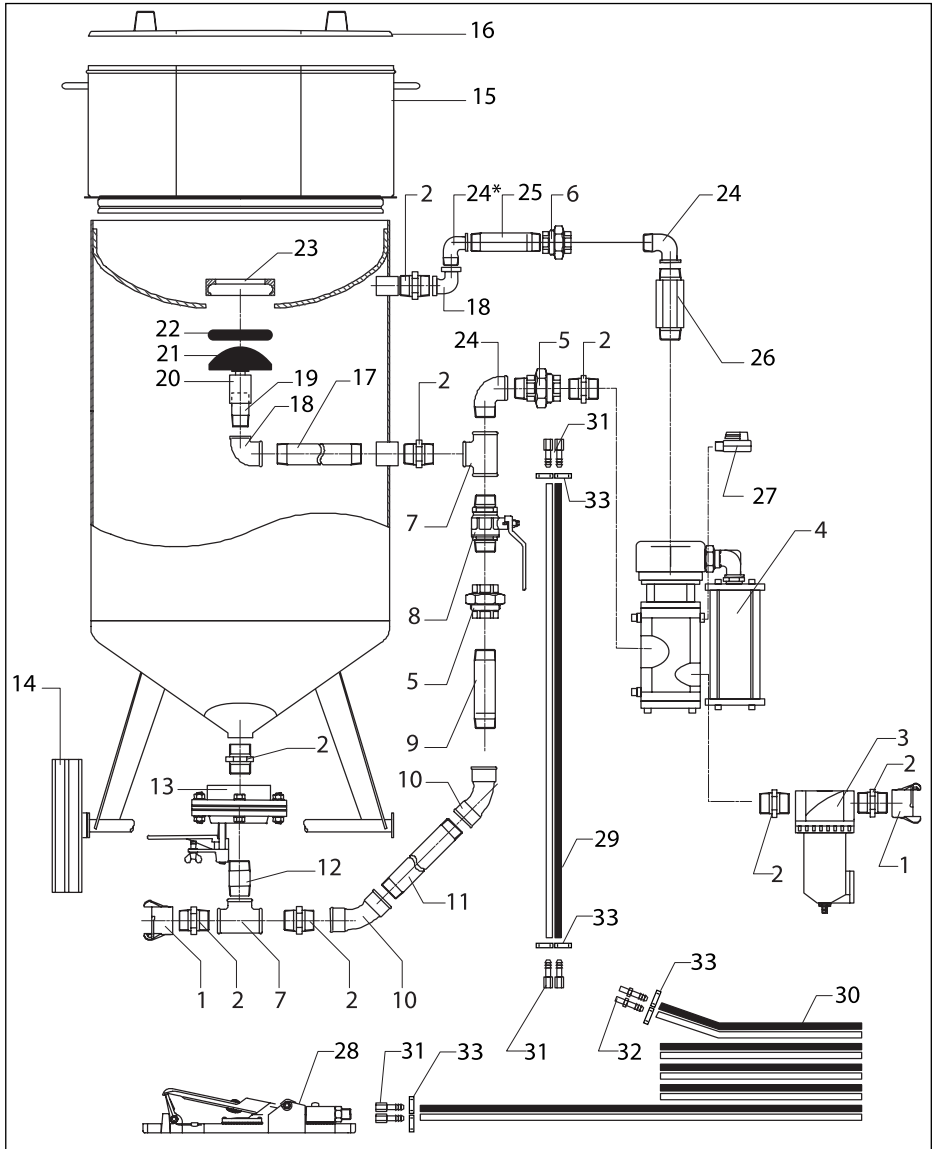

Abb. 7.1.
**ÜBERPRÜFEN SIE DAS RCV-VENTIL VOR ARBEITSBEGINN UND NACH BEENDIGUNG AUF WASSER. ÖFFNEN SIE DAZU DEN ABLASSHAHN (Abb. 7.1). FALLS VIEL WASSER VORHANDEN SEIN SOLLTE, ÜBERPRÜFEN SIE DEN ABSCHIEDER CAF-0.**